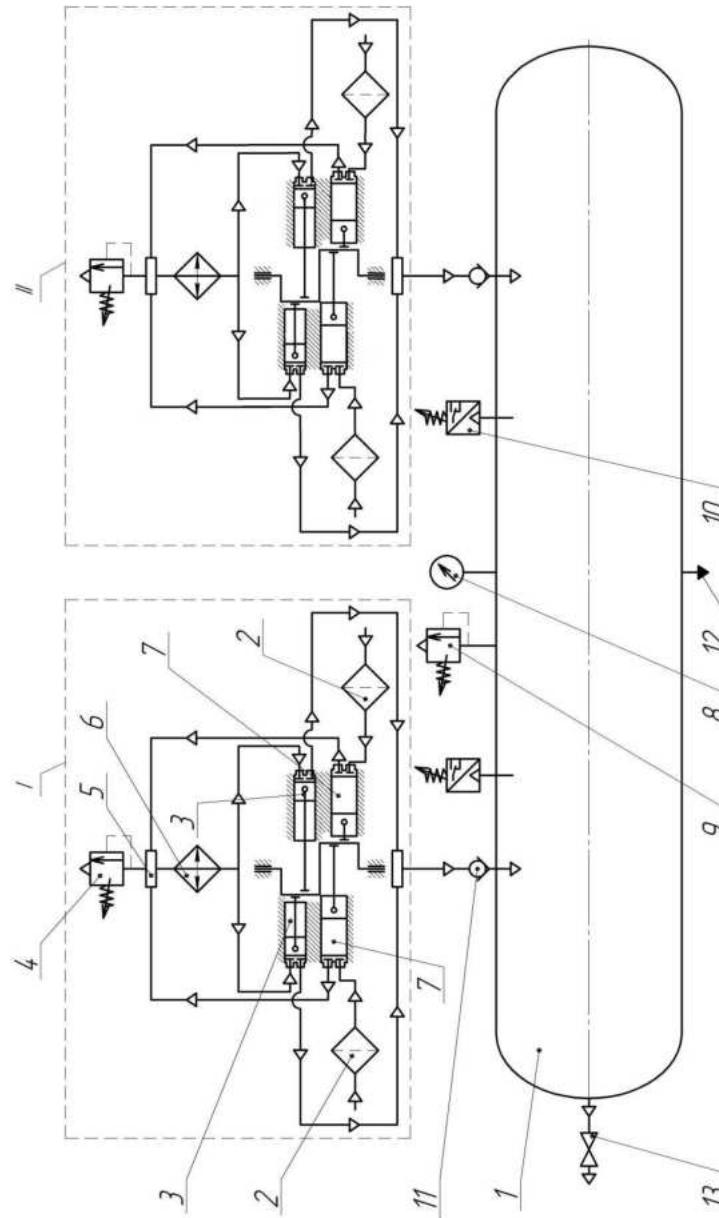

Рис.16 Схема пневматическая принципиальная установки компрессорной, модель K3, K3-01, K3-02:
4.2 Принцип работы (рис.16,17)